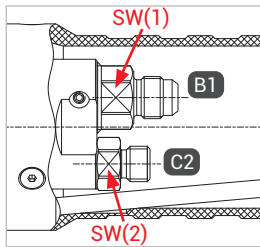

Figure 1
- ▶ Dévissez les trois vis à tête fraisée (pos. 4) pour le manchon de protection (pos. 5) avec un tournevis à six pans creux SW2,5. Enlevez le manchon de protection et tirez-le sur le flexible de remplissage et de retour de gaz fourni.
- ▶ Lors du montage du flexible de remplissage et de retour du gaz, exercez une contre-pression sur les méplats SW(1) et SW(2) (Figure 1) à l'aide d'une clé plate.
- ▶ Vissez hermétiquement l'entrée fluide « B1 » à l'embout de raccordement du flexible de remplissage (Figure 1).
Vissez hermétiquement la conduite de retour du gaz « C2 » à l'embout de raccordement du flexible de retour du gaz (Figure 1).